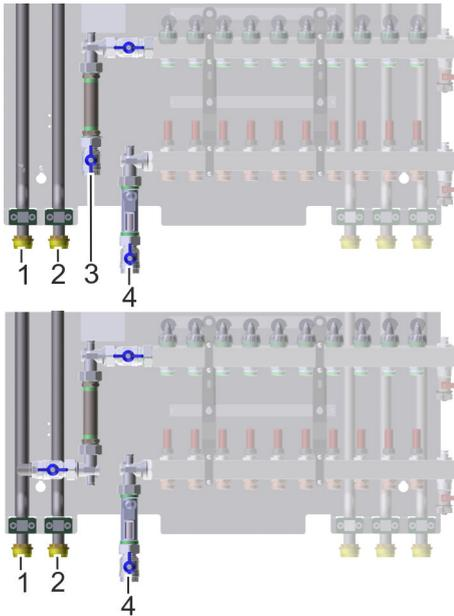

Abb. 46: Anschlusskupplungen Heizleitungen
1. ➔ Vorlauf Hauptzuleitung Heizung an den Vorlauf Hauptzuleitung Heizungsanschluss (Abb. 46/2) anschließen und von Hand festdrehen.
2. ➔ Heizungsanschluss Vorlauf Fußbodenheizung (Abb. 46/4) anschließen und von Hand festdrehen.
3. ➔ Rücklauf Hauptzuleitung Heizung an den Rücklauf Hauptzuleitung Heizungsanschluss (Abb. 46/1) anschließen und von Hand festdrehen.
4. ➔ Wenn ein 4-Leitersystem verwendet wird, Heizungsanschluss Rücklauf Fußbodenheizung (Abb. 46/3) anschließen und von Hand festdrehen.